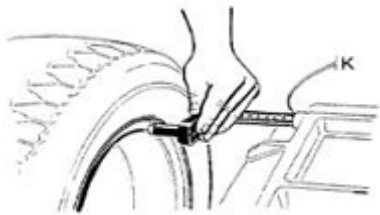

Рис.1
- установите значение «а»: переместите измерительную штангу и коснитесь края обода, рис. 1. Зафиксируйте штангу в этом положении в течение примерно 4 секунд, данные успешно внесены в память компьютера, установите штангу в первоначальное положение.